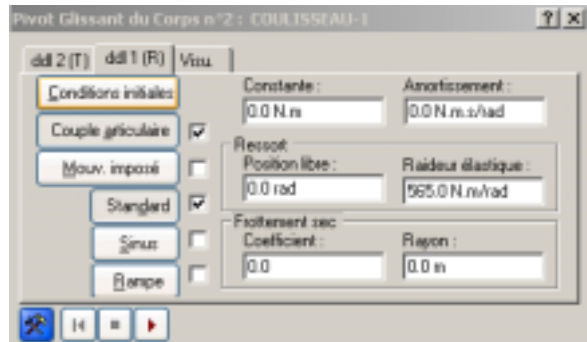

Figure 10
Cliquer bouton droit sur  Pivot Glissant (bâti-1, coulisseau-1) puis « Propriétés », puis sur l'onglet « ddl1 (R) » puis sur « Couple articulaire » pour visualiser les paramètres du ressort (figure 10).